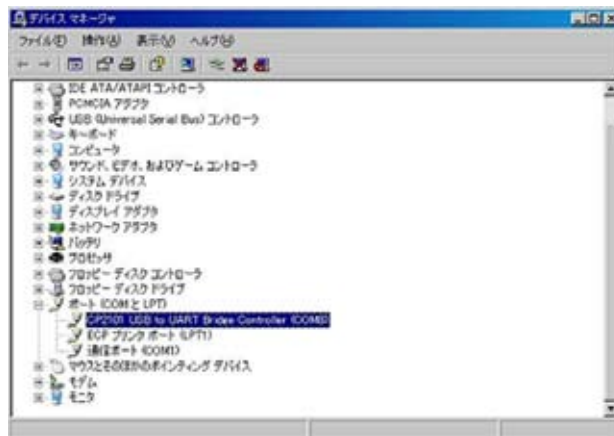
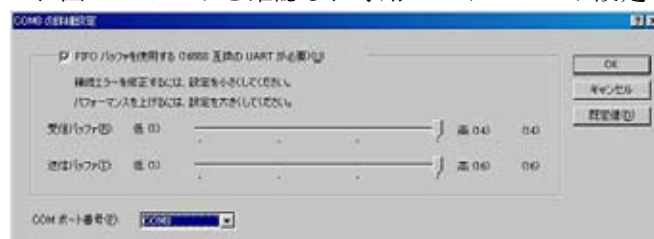

図 4. デバイスマネージャーによる確認
図 6. 通信ポートの設定
6. ウンドウズ XP では COM ポートを選べますので、専用ソフトと同じポートに設定下さい。(図 6 参照) Windows98 では選べませんので、図 4 でポートを確認し、専用ソフトのポート設定をして下さい。